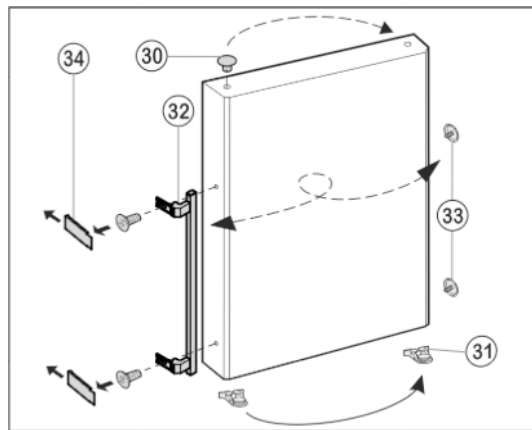

Fig. 11
- ▶ Витягніть пробки Fig. 11 (30) із втулок на дверцятах і переставте їх.
- ▶ Зніміть ручку дверцят Fig. 11 (32), пробки Fig. 11 (33) та пластини* Fig. 11 (34) і переставте на протилежний бік.